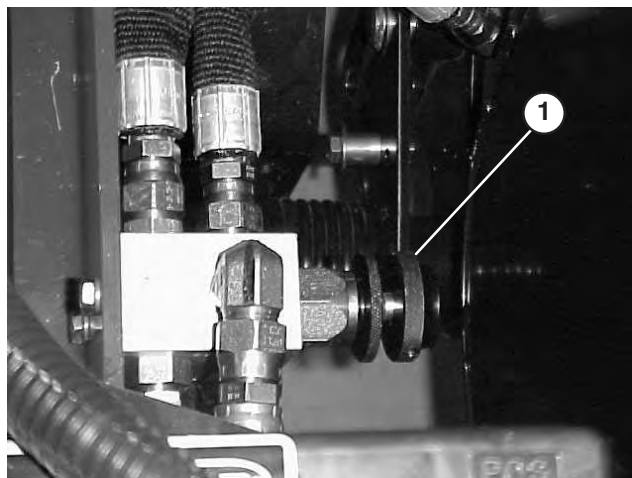

Figure 63
1. Relevez le capot et localisez la valve située au centre de la machine, derrière le moteur (Fig. 63).